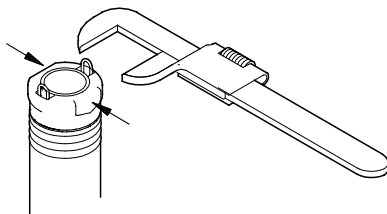

Fig. 8 Fixation de la pompe
- La pompe doit être fixée uniquement par les deux méplats au-dessus de la pompe, voir la figure 8.